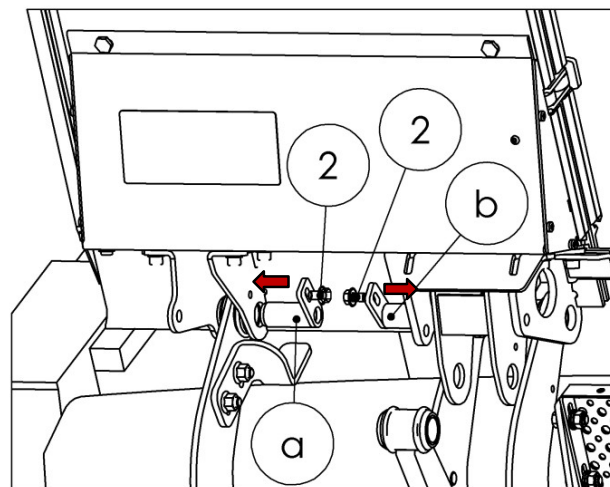

Fig. 60
**IMPORTANTE:** Tenga en cuenta la dirección de inserción (vea la Fig. 60).
- Monte los tornillos del kit de accesorios (2) para fijar los pasadores y apriételos a 70 Nm.